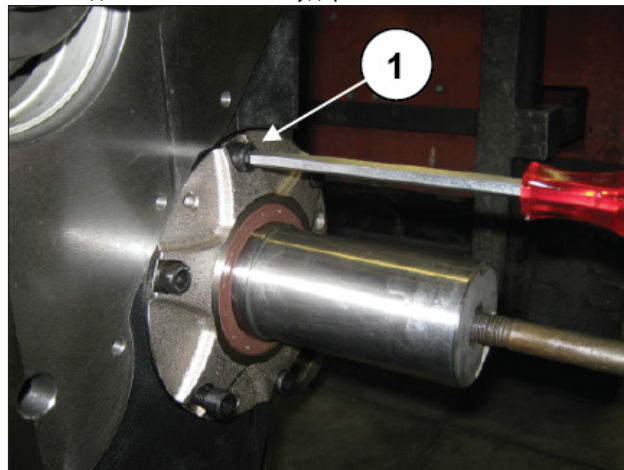
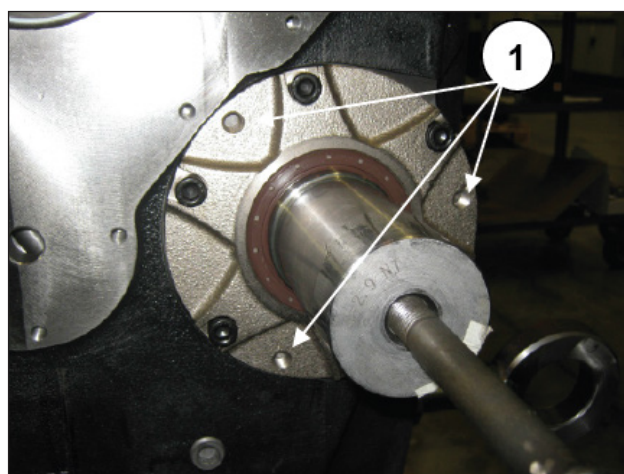

Рис. 9
Рис. 10
Открутите винты крепления правой и левой крышки подшипника BOM (поз. ①, Рис. 9) и снимите обе крышки с вала BOM с соответствующими уплотнениями. Для облегчения демонтажа используйте отверстия М8 (поз. ①, Рис. 10) для съемников или ударной массы.